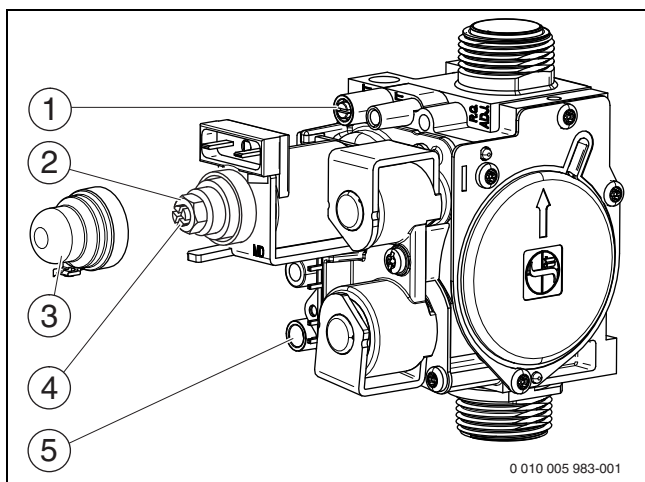

Рис. 32 Газовая арматура
- ▶ Отверните уплотнительный винт штуцера измерения давления на форсунках (рис. 32, [1]) и подсоедините U-образный манометр.
- ▶ Снимите крышку (рис. 32, [3]).
- ▶ Значение «max» давления (мбар) на форсунках приведено в таб. на стр. 46. Установите давление на форсунках регулировочным винтом максимального расхода газа (рис. 32, [2]). Поворот направо - больше газа, поворот налево - меньше газа.
- ▶ Значение «min» давления (мбар) на форсунках приведено в таб. на стр. 46. Установите давление на форсунках регулировочным винтом минимального расхода газа (рис. 32, [4]).
- ▶ Выключите котёл и закройте газовый кран, отсоедините U-образный манометр и заверните уплотнительный винт (рис. 32, [1]).
- ▶ Отверните уплотнительный винт на штуцере измерения подаваемого давления газа (рис. 32, [5]) и подсоедините манометр.
- ▶ Установите и опломбируйте крышку (рис. 32, [3]).